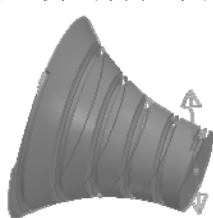

图 4-60 拾取的加工侧边
2) 单击选择方向后，系统提示“选取加工侧边”，直接单击指向圆柱表面的箭头，如图 4-60 所示。